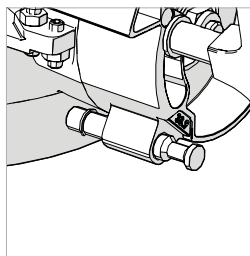

Fig. 45
Anmärkning: Ett stationärt läge ges vid 33,9° avfasningsvinkel. Den går att få åtkomst till genom att man utlöser (tryck inåt) 33,9° avfasningsstiftet. (**Fig. 45**) Normalt ska avfasningsstiftet lämnas i icke-utlöst (utdragen) position.
- Använd 33,9° avfasningsstift genom att trycka in det helt. (Fig. 45)